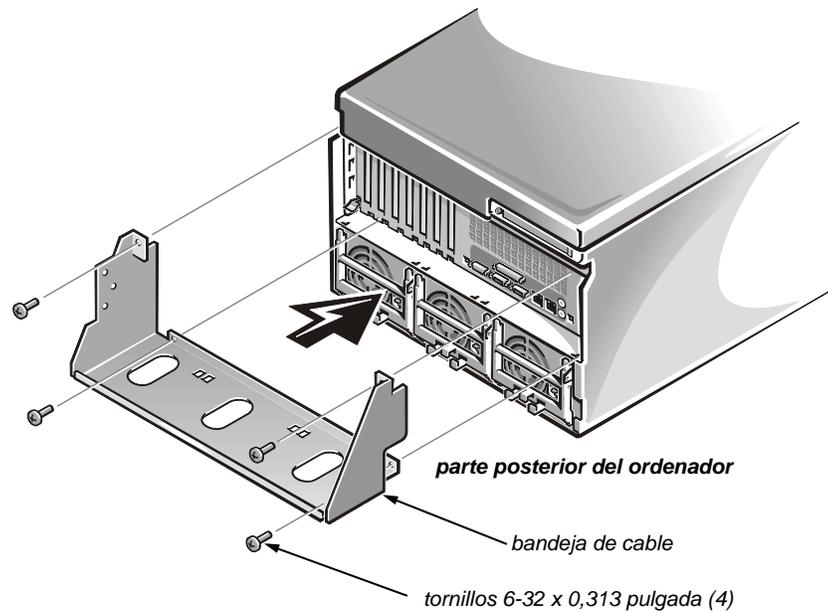

Figura 8. Instalación de la bandeja de cable
1. Instale la bandeja de cable en la parte posterior del sistema PowerEdge 6300 (vea la figura 8).